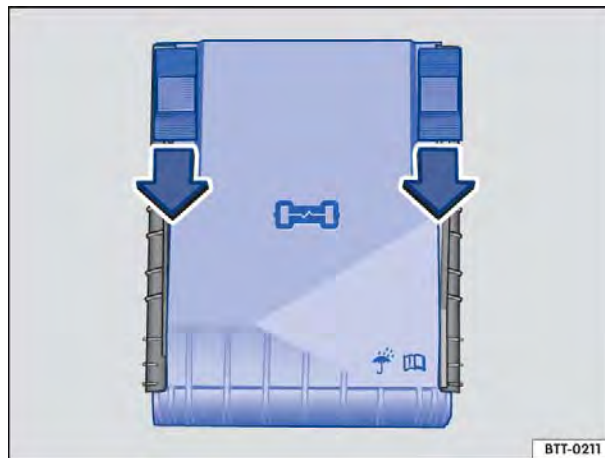

Fig. 241 No compartimento do motor: cobertura da caixa de fusíveis.
- Empurrar os botões de travamento para frente no sentido da seta para destravar a cobertura da caixa de fusíveis ⇒ Fig. 241.